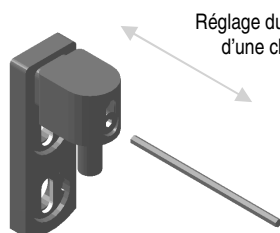

FIG 1
1. Les gonds sont livrés en standard comme indiqué à la figure 1. Si la configuration du portail le nécessite ils peuvent être assemblés comme indiqué à la figure 2.